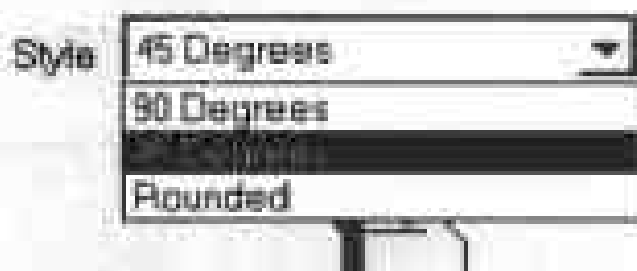

图 9-19 连接网络
2) **Style 选择项。**此选择项的功能是指定转角的形式。当我们要指定转角形式时, 只需单击右端的下拉式按钮拉下列表, 如图 9-19 所示, 其中包括 90 Degrees(90 度转角)、45 Degrees (90 度转角) 击 Rounded (圆弧转角), 这时就可指定转角形式了。